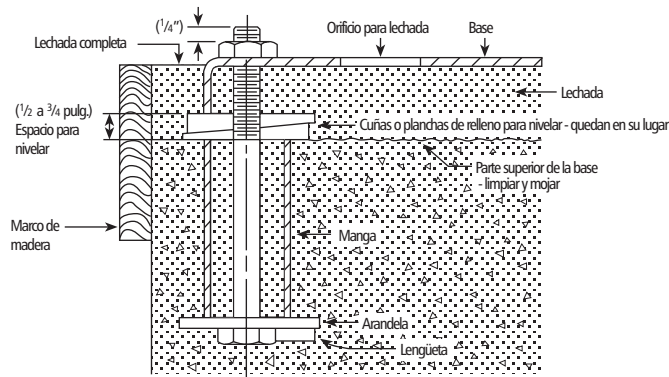

Figura 3
- Se recomienda enlechar la placa de base a un cemento con zapata sólida. Consulte la figura 3.